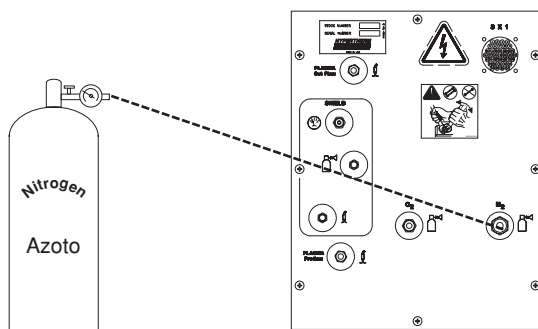

Figura 7-7 Alimentazione dell'azoto all'ingresso N₂ della consolle del gas
6. Collegare il flessibile di alimentazione dell'azoto alla connessione N₂ della consolle del gas. Vedere Figura 7-7.